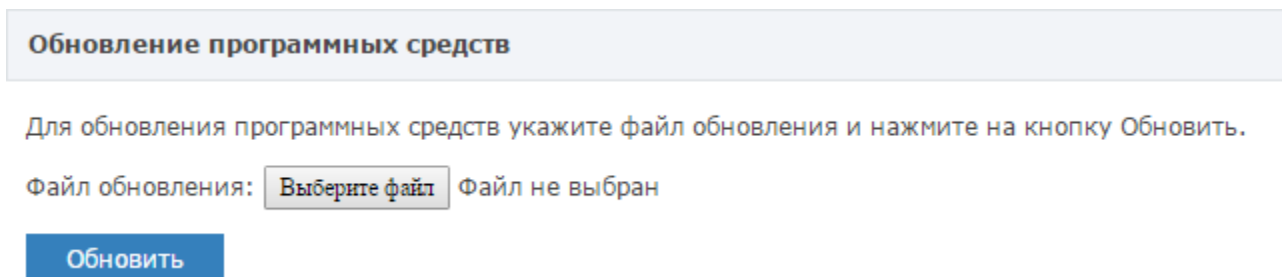

Рисунок 9.15 — Кнопка **Обновление ПО**
2. В блоке **Обновление программных средств** (рисунок 9.15) в поле **Файл обновления** укажите файл архива программных средств, нажмите на кнопку **Обновить**.